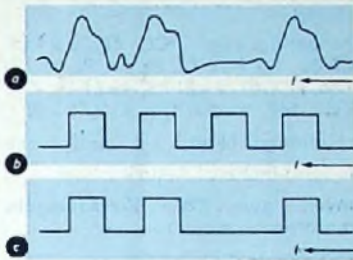

Bild 18. a = verzerrtes Ziffernsignal, b = Taktgeberimpuls, c = regeneriertes Ziffernsignal
1) Im Bild 18, wie auch bereits im Bild 13, ist die Zeitachse von rechts nach links gezeichnet. So entspricht das Impulsbild unmittelbar der dargestellten Binärzahl. Die elektrische Darstellung einer Zahl beginnt mit dem Wert der niedrigsten Stelle, während man normalerweise beim Schreiben von Zahlen mit dem Wert der höchsten Stelle beginnt.